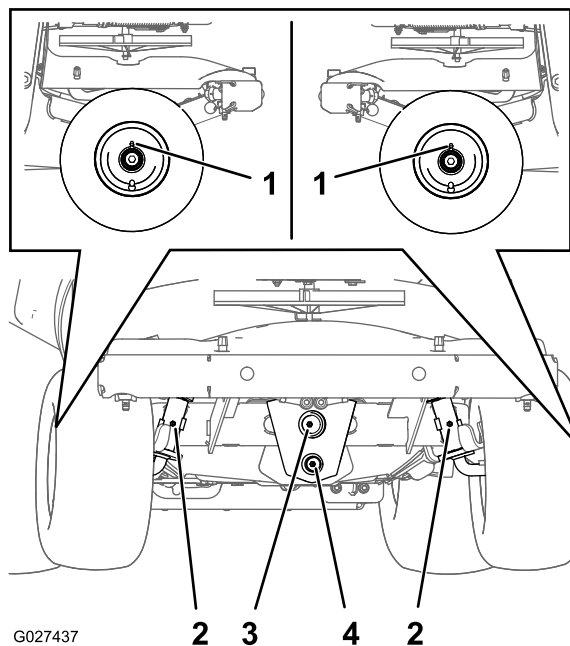

図 70
2. グリスフィッティングをウェスできれいに拭く 図 70。
3. フィッティングにグリスガンを接続する 図 70。